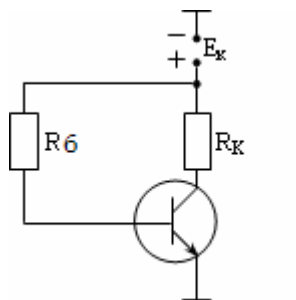

Рис. 3
5.2. В соответствии с табл.3 для схемы, изображенной на рис.3, выполнить следующее:
2) при изображении схемы (рис. 3) необходимо обратить внимание на тип БТ (n-p-n или p-n-p)